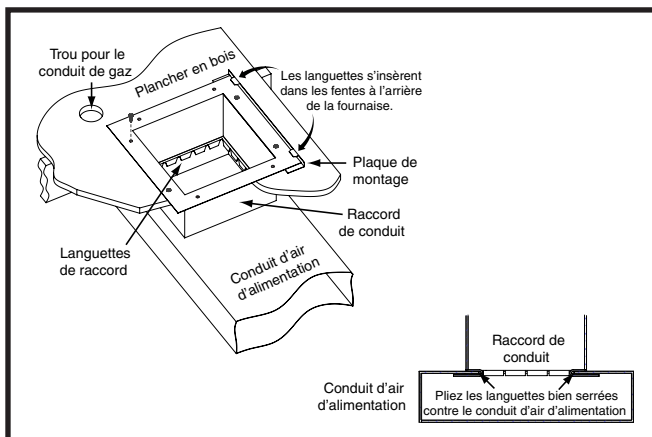

Figure 11. Raccord de conduit à languettes
- Retirez le raccord de conduit et découpez la zone marquée du conduit d'alimentation en air 0,16 cm plus large que le trait dessiné. Voyez la Figure 11.
- Installez la plaque de montage (Figure 11) sous la surface arrière du raccord de conduit. Alignez les trous pour vis dans les deux composantes.
- Pliez les languettes inférieures du raccord de conduit vers le haut et serrez-les le plus possible contre le conduit d'alimentation en air. Voyez la Figure 11.